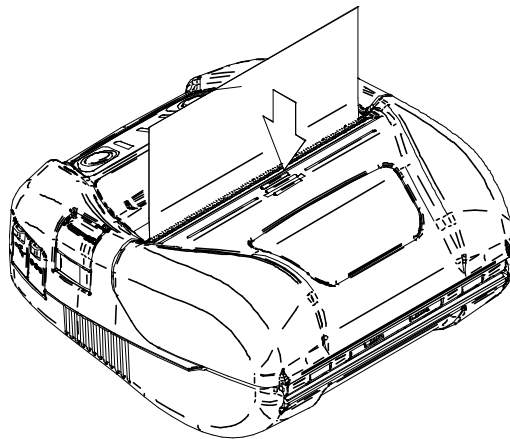

Figura 9-4 Tampa de papel
- (4) Pressionar firmemente o centro da tampa de papel (a seta na Figura 9-4) para fechar a tampa de papel.